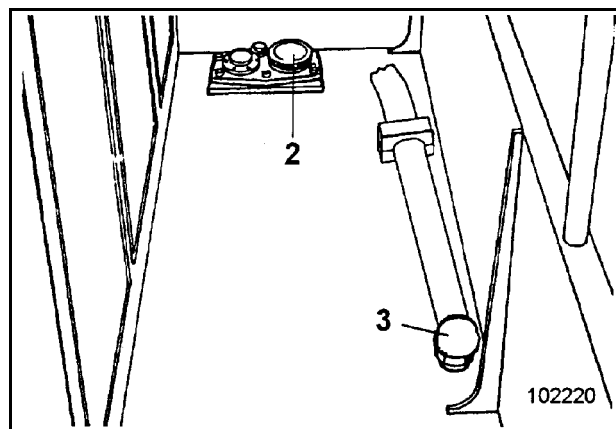

Fig. 3-36:
- Effectuez le remplissage en carburant à travers la crépine dans le tube de remplissage (2, Fig. 3-36:).